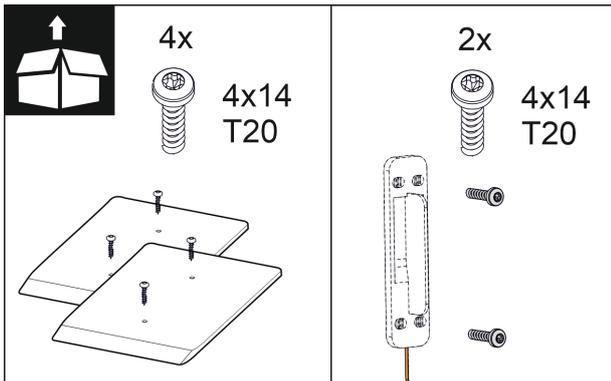

Fig. 16
2. Patikrinkite pridėtas montavimo detales. *Fig. 10 ()* iki *Fig. 16 ()*
Pridedamos montavimo detalės *Fig. 10 ()* iki *Fig. 16 ()*